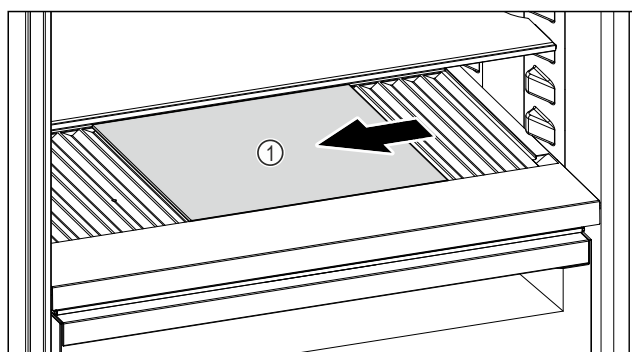

Fig. 204
- Glasplatte Fig. 204 (1) nach links, in die Mitte oder nach rechts verschieben.